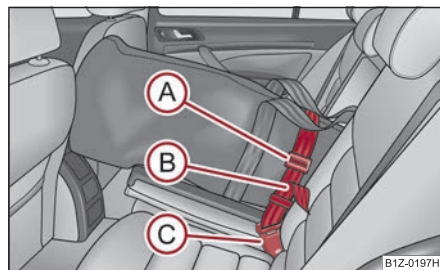

Fig. 132 Seguro de la bolsa para carga de gran longitud en el cierre central del cinturón de los asientos traseros
- Inserte el cinturón de seguridad de la bolsa para carga de gran longitud (A) en el cierre del cinturón central (C) ⇒ fig. 132.
- Apriete fuertemente el cinturón de seguridad por el extremo libre (B).